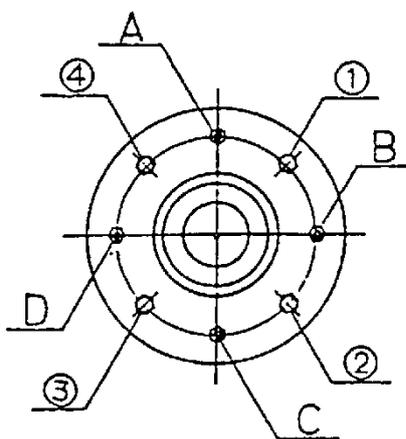

図 9-5
9.3.4 ドラムの芯出し調整 (図 9-5)
- ・ 主軸ベアリングケースを止めているボルト及びナット 4 箇所 (A~D) と、調整ボルト及びナット 4 箇所 (①~④) で調整します。(図 9-5)
- ・ 例えば、ドラムの口金を機械正面より見て右に寄せたい場合、③、④と A,C,D のナットを少し緩め、③、④のボルトをドラムの口金を見ながら締め込みます。
- ・ 調整が終わったら、③、④と A,C,D のナットを締め込みます。